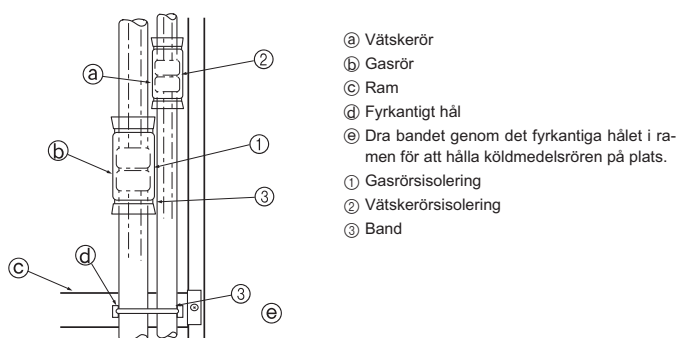

Fig. 4-5
Isolera flänsskarvarna ① och ② på gas- och köldmedelsrören helt och hållet. Om någon av skarvarna är frilagd, kan kondens droppa ned. (Fig. 4-5)
- Fäst gasrörsisoleringen ① och vätskerörsisoleringen ② i båda ändar, så att de inte kan glida och hamna i linje med varandra.
- Efter det att isoleringen anbringats, ska bandet ③ användas till att fästa köldmedelsröret till ramen (under rörskarvsdelen). Detta förhindrar att köldmedelsröret lyfter ifrån ramen. (När köldmedelsröret inte ligger an emot ramen, kan inte galleret installeras.)